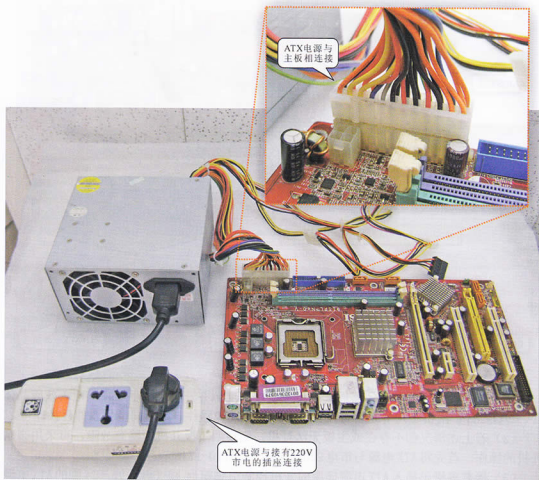

图10-17 ATX电源与市电220V以及主板的连接
(1) 若主板上无明显损坏器件,则将主板接通电源并开机,用手触摸供电场效应晶体管、I/O芯片、南桥芯片等是否有发烫迹象,若有发烫器件,则用同型号器件替换即可。
(2) 若上述情况都不存在或主板无法开机,则说明主板开机电路有故障,可采用强制开机的操作。首先将ATX电源与市电220V连接,如图10-17所示。